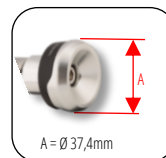

Fig. 1
- 1 Paar Lenkergewichte mit Montagekit (Fig. 1)
- 1 Pair handlebar end with mounting kit (Fig 1)